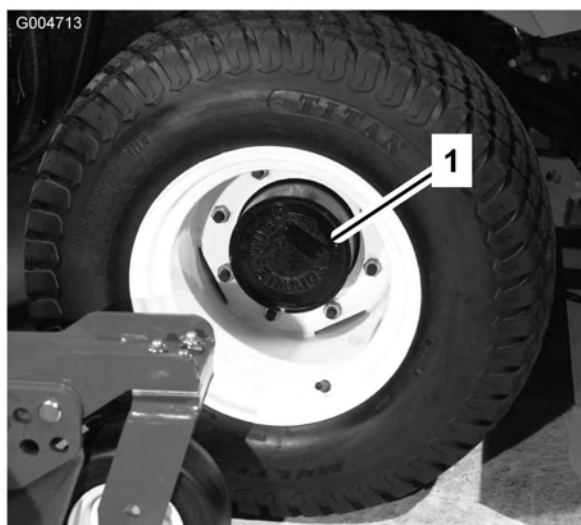

Bild 57
1. Stellen Sie die Maschine auf eine ebene Fläche und positionieren Sie das Rad so, dass sich die Prüf-/Ablassschraube (Bild 57) in der tiefsten Stellung befindet.